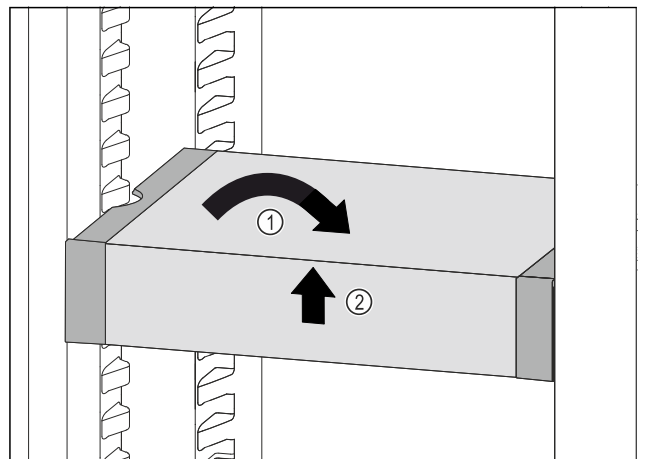

Fig. 118
- ▶ 将 VarioSafe 放平。 Fig. 118 (1)
- ▶ 抬起 VarioSafe 前部。 Fig. 118 (2)